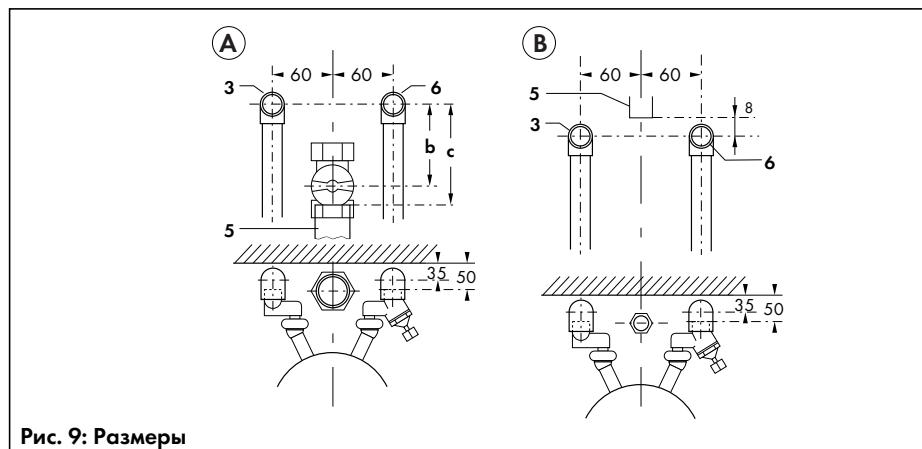

Рис. 9: Размеры
На рис. 9 показаны расположение и размеры подключений для открытой прокладки трубопроводов и монтажа газового крана под аппаратом на природном газе (A) или на сжиженном газе (B).
- После определения места установки аппарата перед его монтажом следует проложить газопровод и трубопроводы холодной и горячей воды к точкам подсоединения аппарата или к соответствующей подсоединенительной арматуре, как показано на рис. 9.